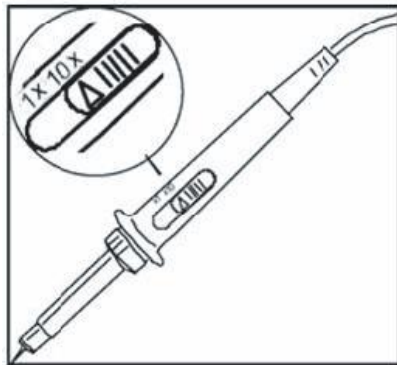

Figura 1-5 Configurando o Seletor de Atenuação
- ①. Conecte a ponta de prova na entrada CH1, e selecione o seletor de atenuação da ponta de prova para 10X (Figura 1-5).